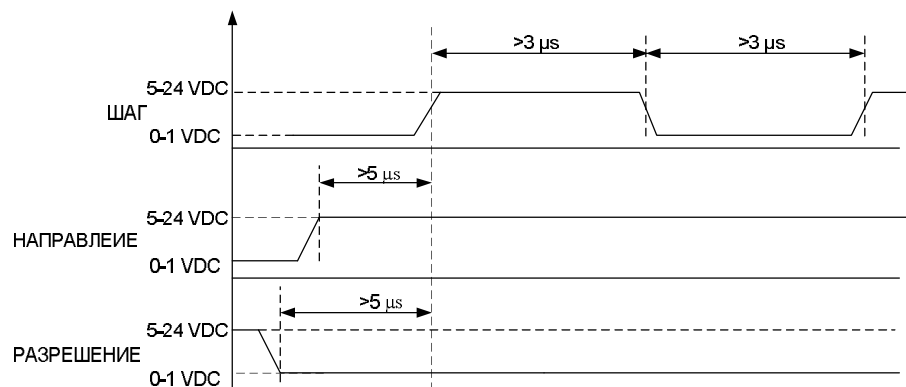

Рис. 3. Осциллограммы управляющих сигналов.
8. Для управления шаговым двигателем посылайте требуемые логические сигналы «ШАГ» (вход STEP+/STEP-), «НАПРАВЛЕНИЕ» (вход DIR+/DIR-), «РАЗРЕШЕНИЕ» (вход EN+/EN-) в соответствии с рис. 3. Поворот вала на один шаг или часть шага осуществляется по фронту сигнала «ШАГ». Изменение направления вращения осуществляется изменением уровня сигнала «НАПРАВЛЕНИЕ». Отключение обмоток двигателя осуществляется по фронту высокого напряжения на входе «РАЗРЕШЕНИЕ».